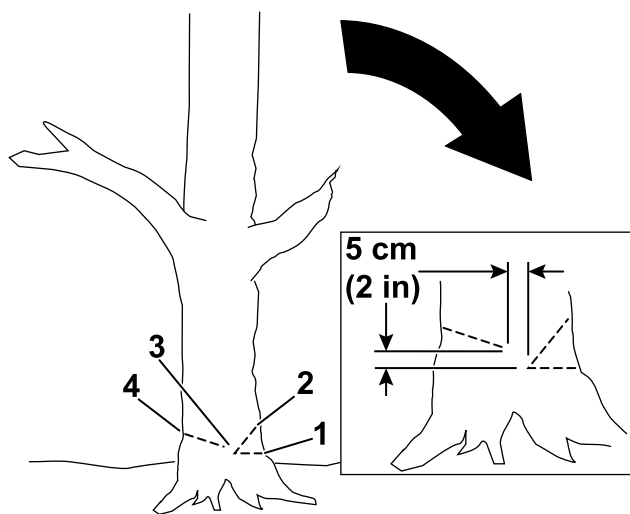

Bild 15
4. Machen Sie den ersten Schnitt ein Drittel durch den Baumdurchmesser an der Seite, zu der der Baum fallen soll (Bild 15).
5. Machen Sie einen zweiten Schnitt, um eine Kerbe zu bilden; fangen Sie den Schnitt mindestens 5 cm über und vom ersten Schnitt entfernt an (Bild 15).
6. Machen Sie den Rückschnitt von der anderen Seite der Kerbe, ungefähr 5 cm höher als die Unterseite der Kerbe, wie in Bild 15 abgebildet.
Wichtig: Beenden Sie den Schnitt 2,5-5 cm von der Kerbe, um ein Gelenk zwischen den Schnitten (Bild 15) zu erstellen; damit fällt der Baum nicht in die falsche Richtung oder dreht sich beim Fallen.
Hinweis: Wenn sich der Rückschnitt dem Gelenk nähert (Bild 15), beginnt der Baum zu fallen.